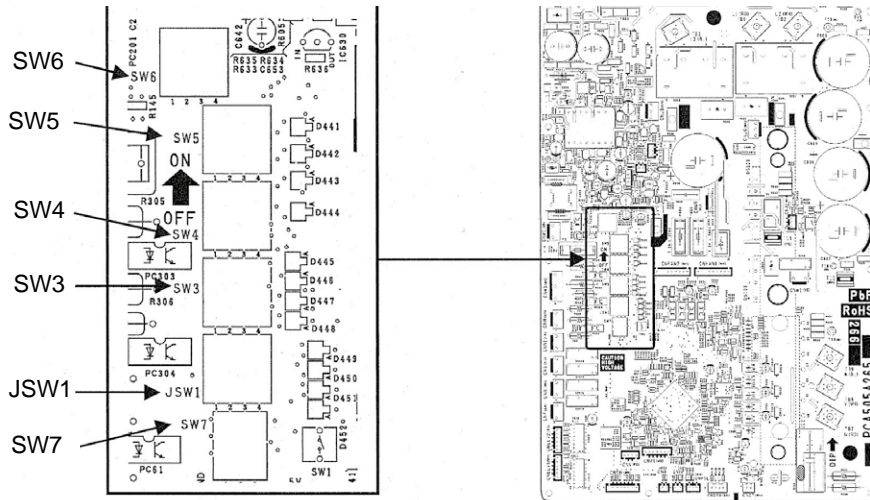

Abb. 4 Position der Schalter auf der Hauptplatine
- a) Die Einstellung der Schalter (JSW1, SW3-7) der neuen Hauptplatine mit der ursprünglichen Hauptplatine abgleichen. (Siehe Abb. 4.)